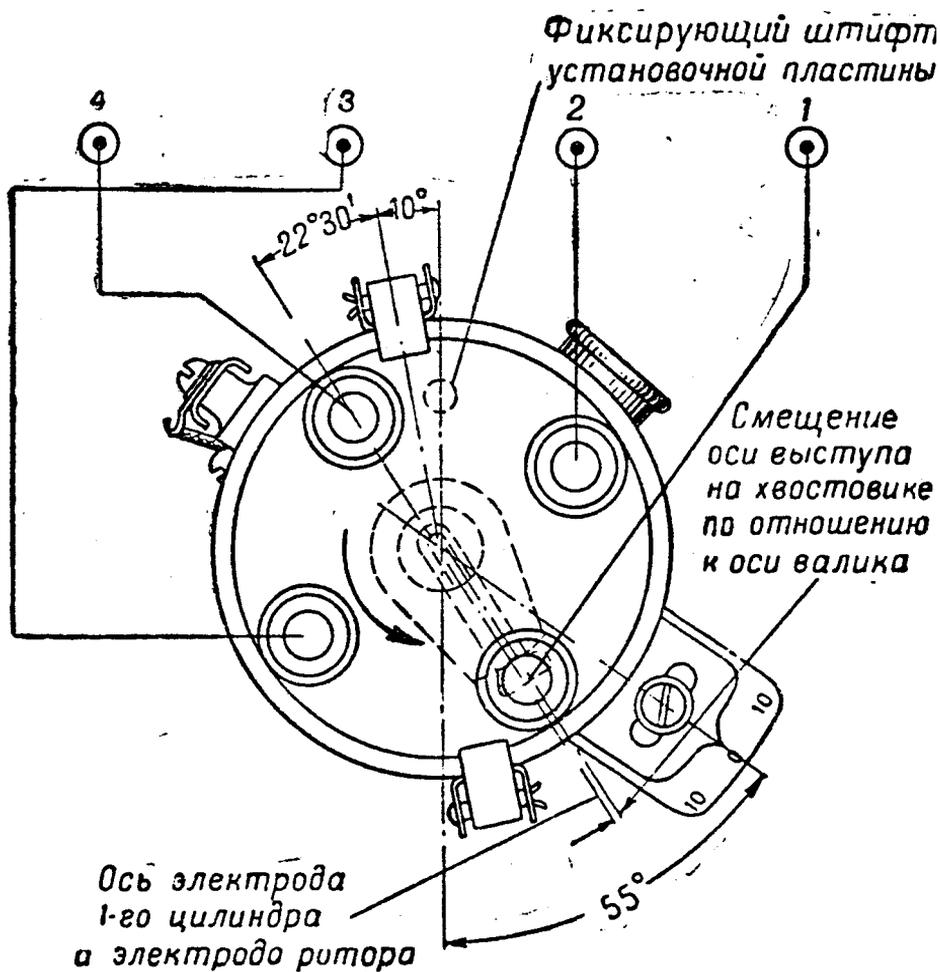

Рис. 15. Установка прерывателя-распределителя типа P-15 на двигателе
3. Корпус прерывателя-распределителя может быть повернут относительно установочной пластины октан-корректора, прикрепленной неподвижно к головке цилиндров (рис. 15).
Положение установочной пластины должно соответствовать показанному на рис. 15.
3. Взявшись рукой за ротор, поворачивать валик до тех пор, пока его шип не попадет в прорезь приводного валика. Одновременно фиксирующий штифт нижней установочной пластины должен войти в предназначенное для него гнездо в головке цилиндров (см. рис. 15).